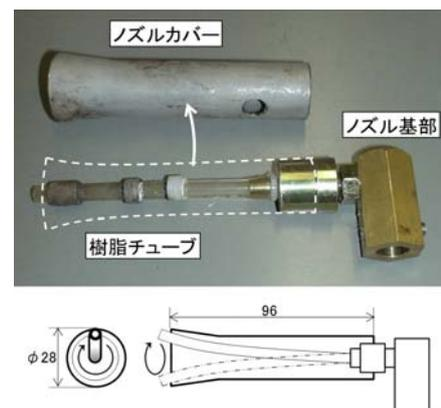

図2 皮むき用回転ノズル
2. 皮むき用回転ノズルは樹脂チューブとノズルカバー、ノズル基部で構成されます。（図2）圧縮空気をチューブに通すことでうねりが生じ、ノズルカバー内壁に沿ってチューブが回転するため、圧縮空気をネギ表面の広範囲に作用させることができます。これにより、皮むきに要する時間が短縮され、作業能率向上と空気使用量節減の両立が可能となります。